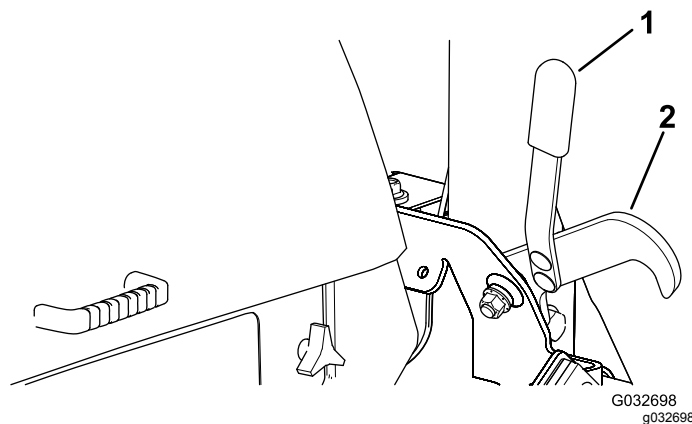

Figura 31
- Stando seduti sul sedile dell'operatore, girate la chiave di accensione in posizione di FUNZIONAMENTO (Figura 31).